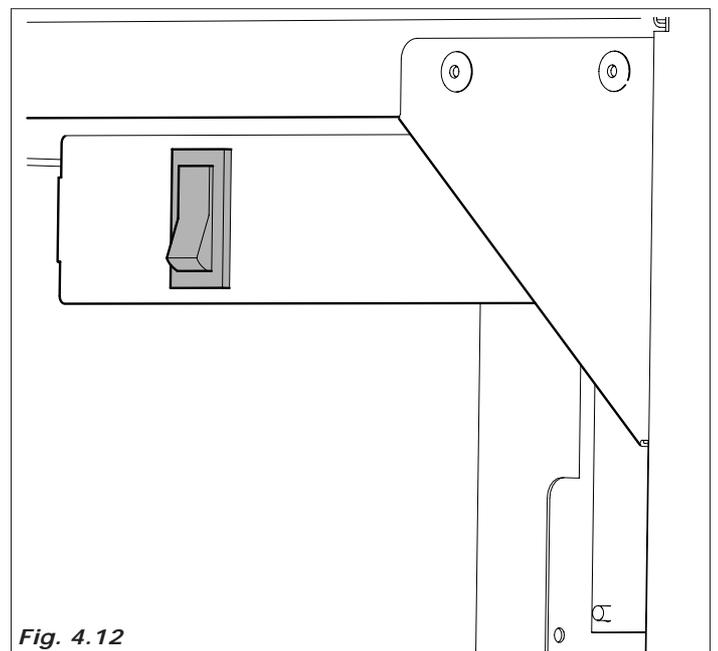

Fig. 4.12
- Para los casos en que es necesario trabajar con la puerta abierta y la máquina conectada, es posible, para el técnico instalador, trabajar de esta forma, introduciendo y girando 90° la llave especial de plástico en el interruptor de puerta del distribuidor automático (Fig.4.12).
- introducir la llave en el interruptor de puerta (Fig.4.12)